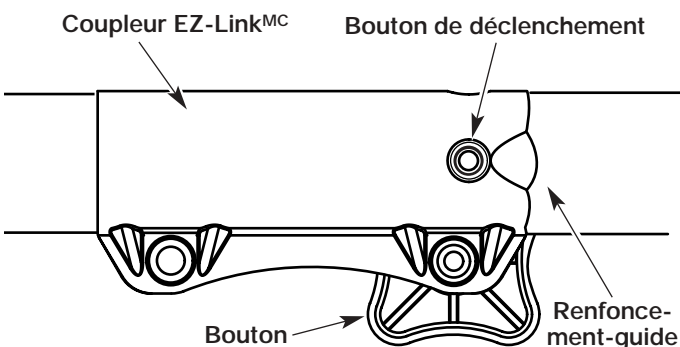

Fig. 19
1. Dévissez le bouton vers la gauche (Fig. 19).
2. Appuyez sur le bouton de déclenchement et maintenez-le enfoncé (Fig. 19).
**NOTE :** aligner le bouton de déclenchement avec le renforcement-guide facilitera l'installation (Fig. 19).